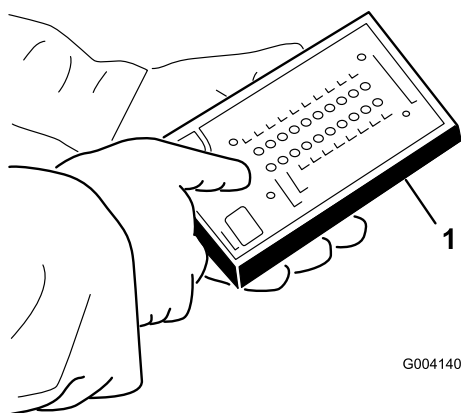

Figure 39
3. Branchez le connecteur de l'outil Diagnostic ACE au connecteur du faisceau de câblage (Figure 39). Vérifiez que le masque correct est apposé sur l'affichage de diagnostic ACE.